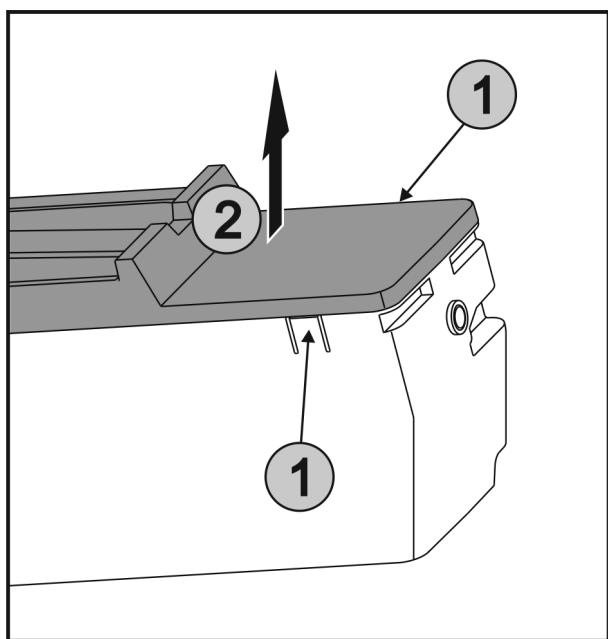

Fig. 41
- ▶ Stlačte západky Fig. 41 (1) na obou stranách EasyTwist-Ice současně a sejměte kryt Fig. 41 (2) směrem nahoru.